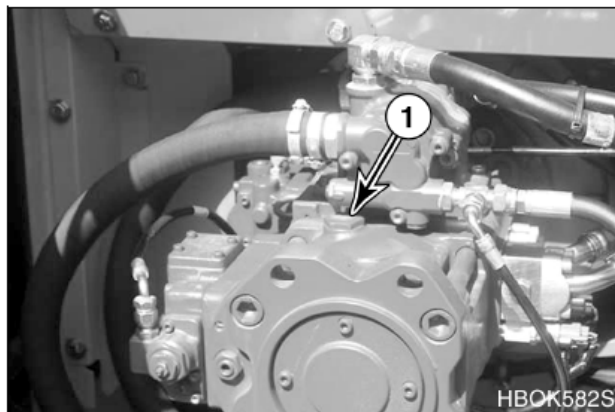

Рис. 89
1. Ослабить заглушки вентиляционных отверстий (рис. 89), чтобы убедиться в наличии масла.
3. Сначала следует установить на место заглушки вентиляционных отверстий (а, рис. 89).
5. Медленно ослабить заглушки вентиляционных отверстий (а, рис. 89) несколько раз, пока гидравлическое масло не начнет вытекать через отверстие. Это подтверждает, что воздух полностью вышел.
6. Затянуть заглушки (а, рис. 89).